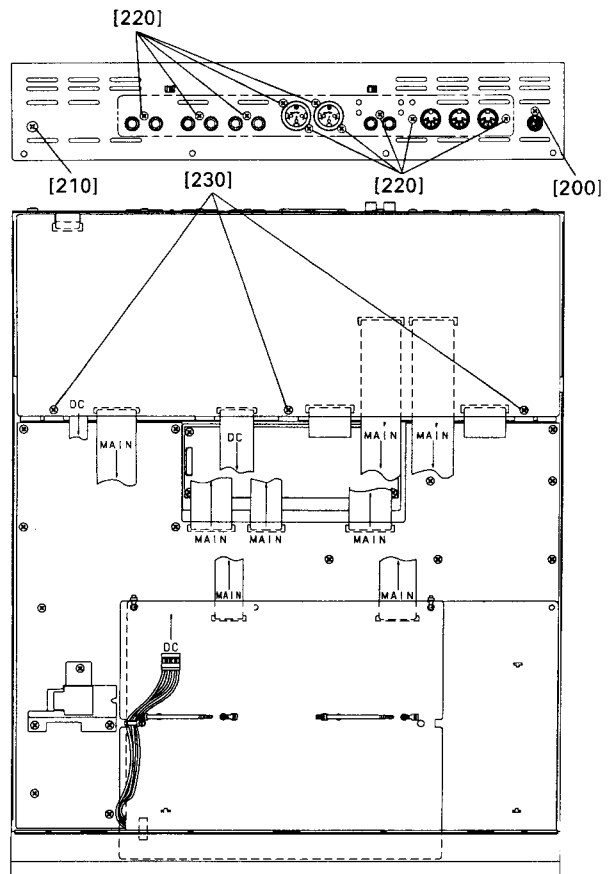

Fig. 9 (図9)
- 5-2 Remove the three (3) screws marked [230], the screw marked [210] and ten (10) screws marked [220]. The ADA circuit board can then be removed. (Fig. 9)
- 5-2 ADAシートの[230]のネジ3本、リアパネルの[200]のネジ1本、[210]のネジ1本、[220]のネジ10本を外し、ADAシートを持ち上げ、コネクタCN002、CN003、CN007を外し、ADAシートを外します。(図9)